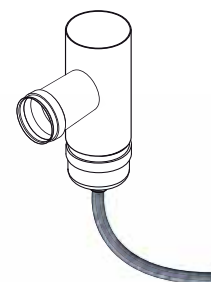

Fig. 5.7a
- ☞ Es ist notwendig ein Rohr unten im ersten T-Stück der Abgasführung verbinden, um den Rauchabzug des Kondenswassers, das sich in dem Schornstein bilden kann, zu ermöglichen (Abb. 5.7a).